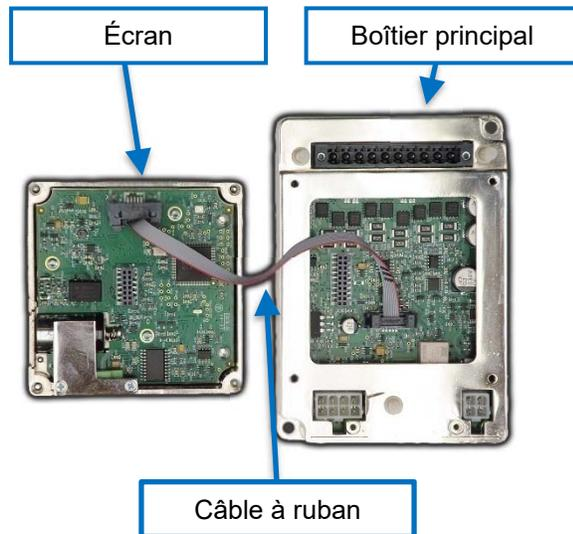

Figure 22.2: Déclencheur et écran (séparé)
- Enlevez le couvercle de câbles noirs en tirant le couvercle de câbles sur les trois (3) bornes de sécurité.
- Un (1) câble à ruban. Voir Figure 22.2.